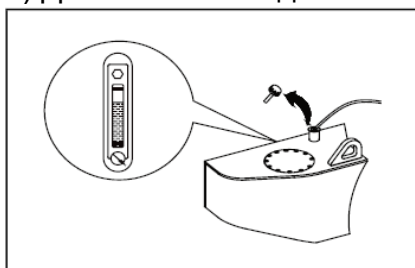

Рис. 5-72
- 5) Долейте масло до $1/2 \sim 2/3$ шкалы указателя уровня. Смотрите рисунок 5-72.